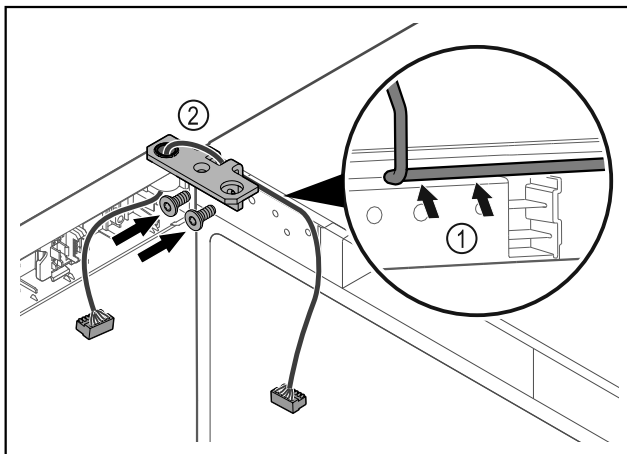

Fig. 43
- Ved'te kabel skrz vybrání úhelníku závěsu a opatrně jej položte Fig. 43 (1).
- Našroubujte úhelník závěsu Fig. 43 (2).